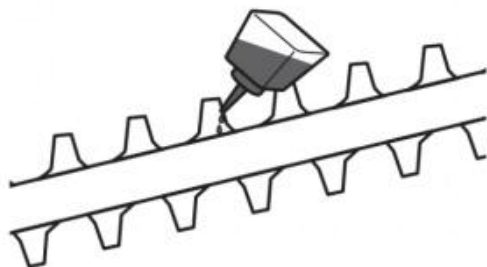

Fig. 76
2. Lubrificare la lama di taglio (D3) dopo ogni utilizzo per prolungarne la durata e quella del prodotto. Applicare un leggero olio per macchine lungo il bordo della lama di taglio (Fig. 76).